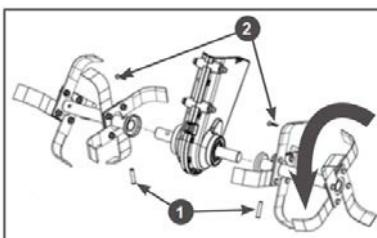

Рис. 8 Установка фрез
3.Установите собранные фрезы на выходной вал коробки передач, закрепите их пальцами 1 и шплинтами 2 (Рис. 8).